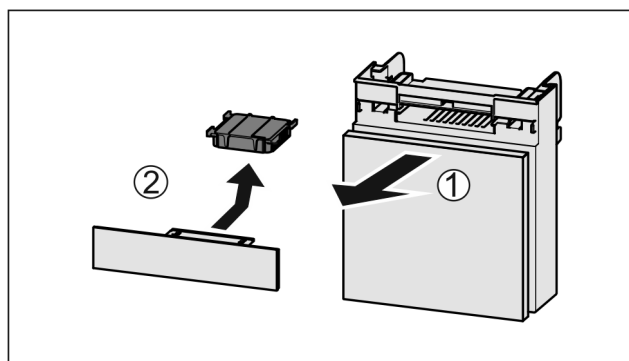

Fig. 66
- Вытянуть Fig. 66 (1) отделение движением вперед.
- Извлечение Fig. 66 (2) фильтра с активированным углем.